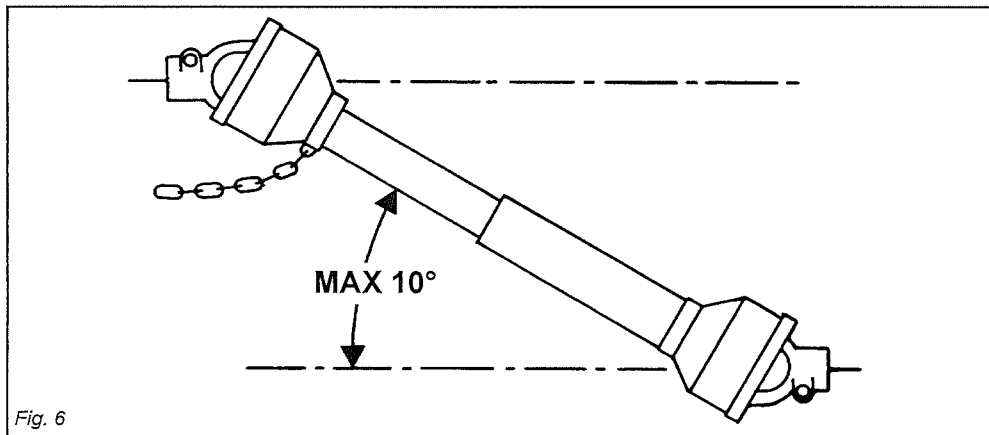

Fig. 6
- 41) Kraftuttaget ska alltid fränkopplas när kardanaxelns vinkel är överdrivet stor (aldrig över 10 grader – fig. 6) och när det inte används.
- 41) Kobl altid kraftudtaget fra, når kardanakslen er indstillet til en for åben vinkel (aldrig mere end 10 grader Fig. 6) og når det ikke bruges.